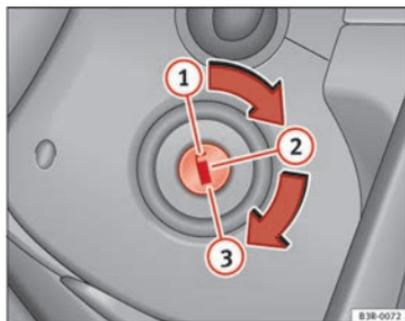

Fig. 90 Posiciones de la llave de contacto
- Gire la llave hasta la posición  ⇒ fig. 90.
- Extraiga la llave de encendido en la posición  ⇒ fig. 90 ⇒ .